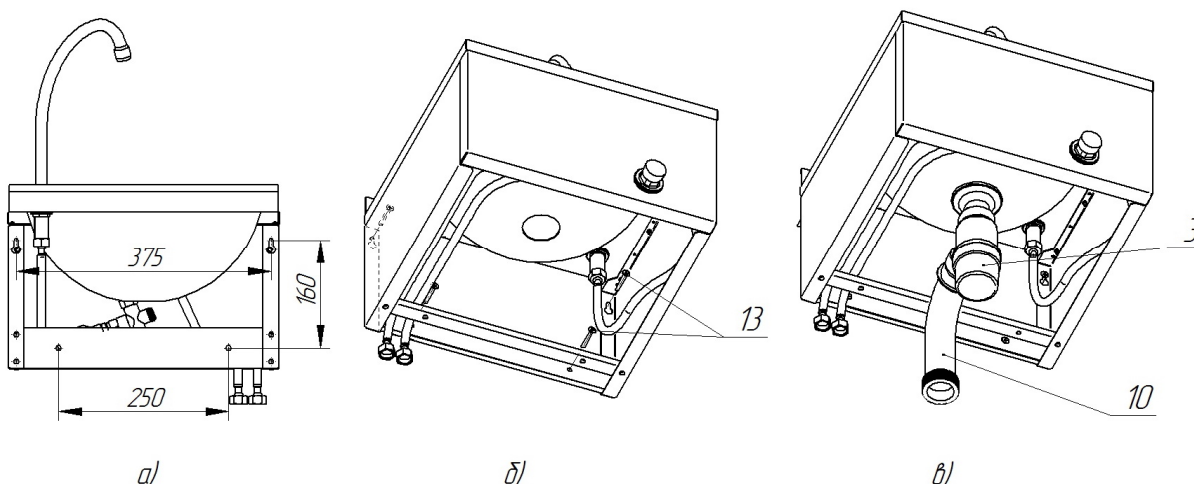

Рис. 3
- 7.6 Разметить места для крепления дюбелей (верхних шурупов (поз.13)), см. рис. 3а и 3б. Закрепить дюбеля в стене и закрутить два верхних шурупа.
- 7.9 Установить бутылочный сифон (поз.3) и гофр (поз.10), см. рис. 3в.